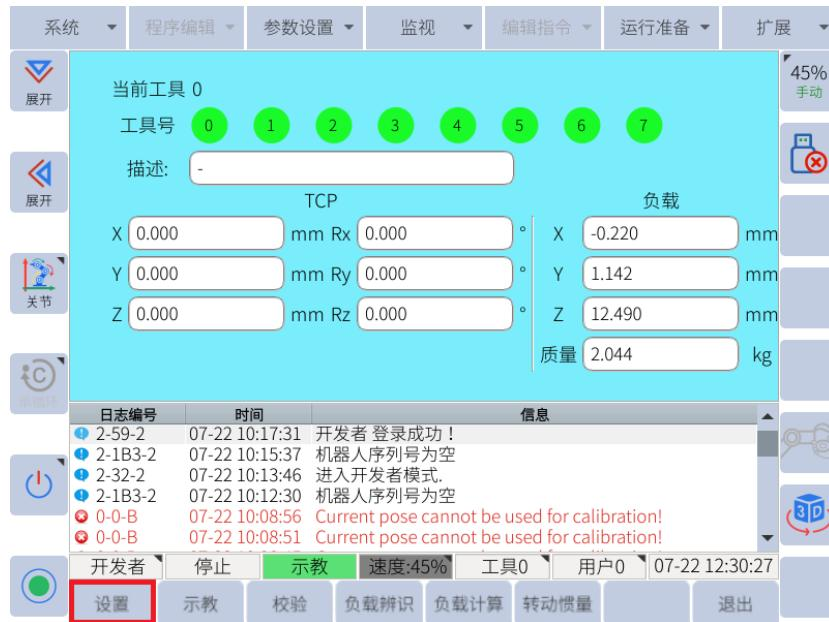

图 6-41: 计算结果界面
5. 先点击计算, 计算负载的质量以及质心位置, 再点击上一步, 可以查看计算结果, 计算结果界面同图 6-41。
6. 点击设置, 将当前负载质量以及质心位置数据记录至相应的工具号, 如图 6-41 所示。